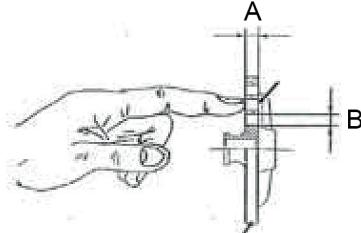

Fig. 2
La machine est équipée d'une plaque (P) fournie ayant des trous de 4,5/6/8 mm de diamètre, pièce conforme à la norme UNI EN 294 paragraphe 4.5 - accessibilité à travers les ouvertures - (Fig.2).